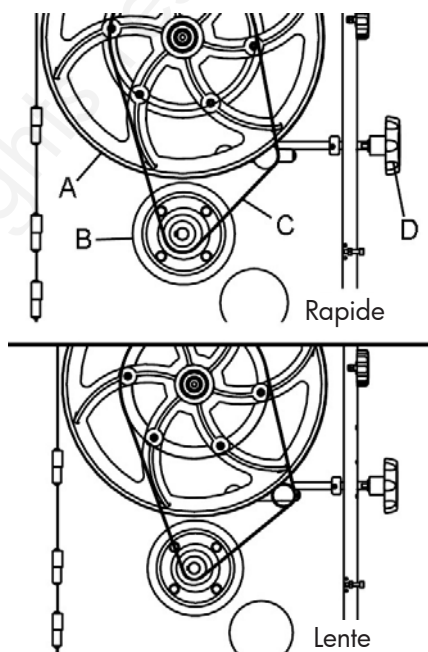

Fig. 17 : Vitesses de la lame
La lame de scie a deux niveaux de vitesse: vitesse rapide et vitesse lente. Sur la roue motrice inférieure (fig. 17, A) et sur le moteur, il y a chaque fois deux poulies de taille différente.
1. Si vous tournez le volant (fig. 17, D), la courroie (fig. 17, C) est relâchée.
3. Pour terminer, tendez la courroie à l'aide du volant (fig. 17, D).